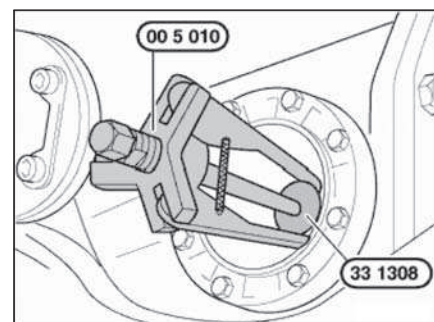

Рис. 17.11. Снятие сальника
• Используя монтировку, выпрессовать выходной фланец (11, см. рис. 17.4), исключив повреждение пыльников. Вынуть сальник с помощью приспособлений «00.5.010» и «33.1.308» (рис. 17.11).